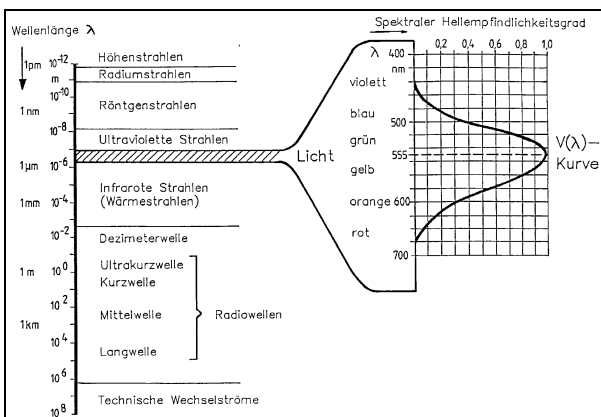

Abbildung 3: Spektrum der elektromagnetischen Wellen
- Farbsehen (höchste Empfindlichkeit bei Tagessehen im Gelb-Grünteil bei 555 nm) siehe Abbildung 3
Licht → elektromagnetische Wellen (Abbildung 3)
Farbsehen (Abbildung 3)